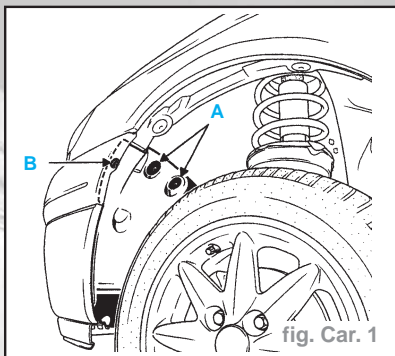
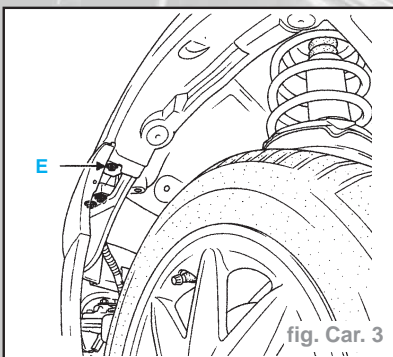

fig. Car. 1
fig. Car. 3
- Déposer (fig. Car. 1) :
- les agrafes (A) sapin du pare-boue
- la vis de fixation (B)
- les deux vis de fixation latérale (E) (fig. Car. 3)